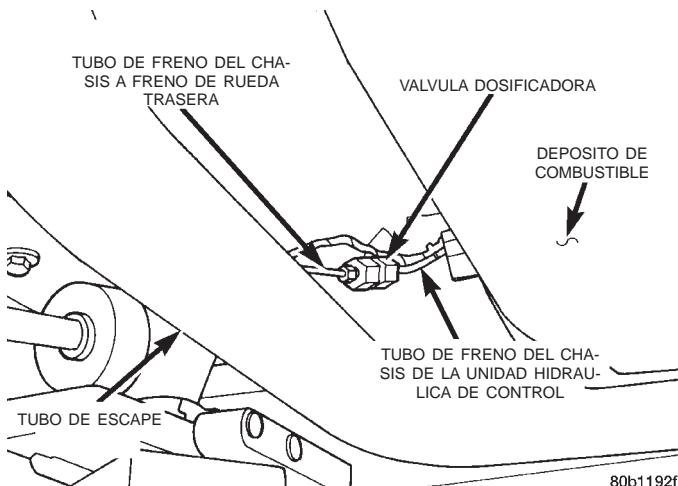

Fig. 32 Posición de la válvula dosificadora
(1) Retire las tuercas de tubos de freno del chasis (Fig. 32) de la válvula dosificadora que controla la rueda trasera del vehículo que presenta resbalamiento de rueda prematuro.
(2) Retire la válvula dosificadora del tubo de freno del chasis (Fig. 32).
(1) Instale la válvula dosificadora en el tubo de freno del chasis (Fig. 32).
(2) Apriete las tuercas del tubo de freno del chasis con una torsión de 17 N·m (145 lbs. pulg.).
(3) Purgue el tubo de freno afectado. Para informarse sobre el procedimiento de purga correcto, consulte Purga del sistema de frenos en la sección Procedimientos de servicio del manual.